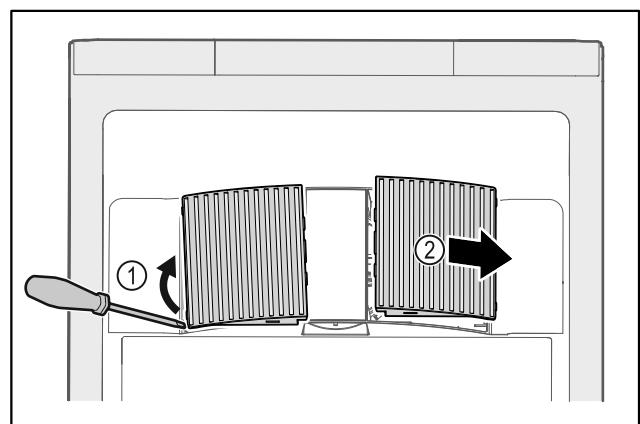

Fig. 173
- ▶ Lirk ut ventilatordekslene fra siden Fig. 173 (1), og ta dem ut forover Fig. 173 (2).